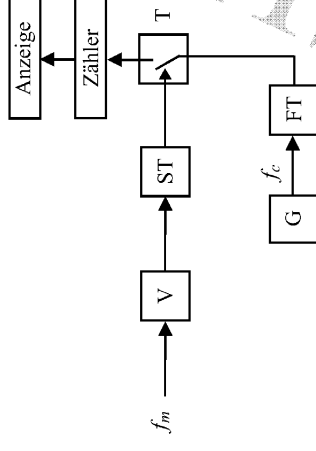

Bild 15: Anordnung zur Bestimmung einer Frequenz
- c) In Abbildung 15 ist Anordnung zur Frequenzbestimmung mittels Periodendauer dargestellt.